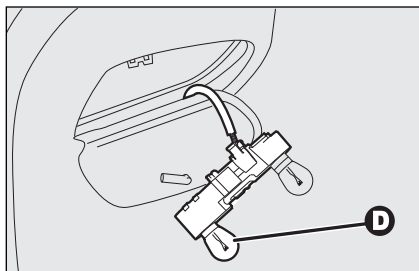

fig. 35
- druk de betreffende lamp iets in en draai de lamp linksom; verwijder de lamp en vervang de lamp **fig. 35**: